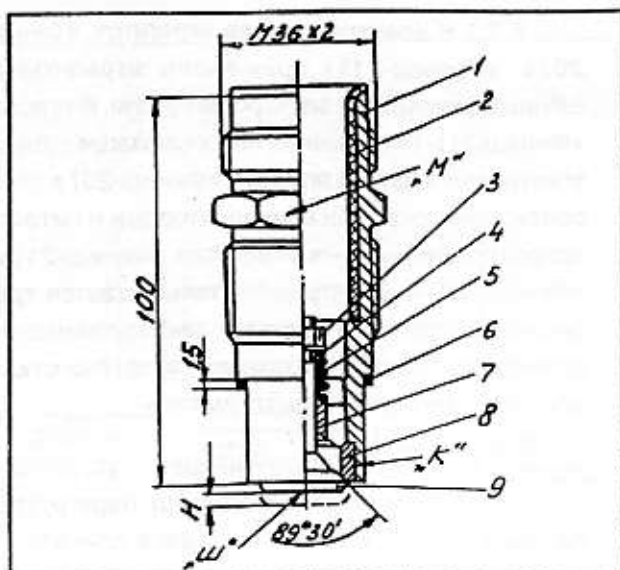

Рис. 9
Рис. 9 Всасывающий клапан в сборе: агрегата «Финиш-207» (0.169-243), агрегата «Финиш-211», «Финиш-211-1» (0.190-243). 1 - корпус (0.169-356), 2 - втулка входная (0.010-765), 3 - гайка (12.11.0300.00), 4 - шайба (99-2.01.01), 5 - пружина всасывающего клапана (0.010-763), 6 - кольцо уплотнительное (0.010-764), 7 - направляющая (0.034-506), 8 - седло всасывающего клапана (0.169-407), 9 - шток (с конусом клапана в сборе (10-2.52.00), «к» - клей уплотнительный, «н» - ход клапана: $1,5 \pm 0,1$ мм для насоса «Финиш-207», $2 \pm 0,2$ мм для насоса «Финиш-211», «Финиш-211-1», «м» - место маркировки, «ш» - шестигранник внутренний
5.2.6. Всасывающий клапан (рис. 9). Седло и конус клапана выполнены из износостойких материалов. Седло запрессовано в корпус на клей. Конус припаян к штоку. Корпус клапана герметизируется пластмассовым уплотнительным кольцом. Всасывающие клапаны агрегатов «Финиш-207», «Финиш-211» и «Финиш-211-1» отличаются регулировкой хода клапана. Клапан маркируется индексом «169М» (для агрегата «Финиш-207») и индексом 190 (для агрегатов «Финиш-211» и «Финиш-211-1»).